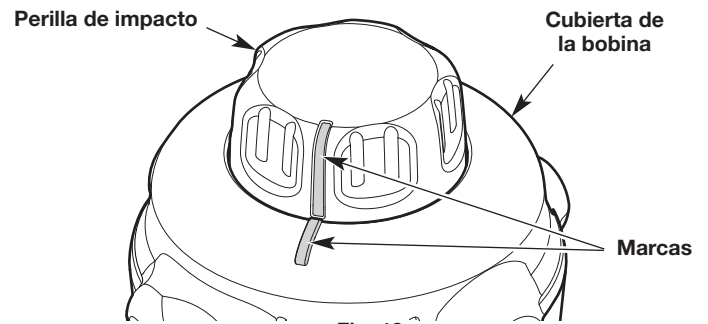

Fig. 18
- Gire la perilla de impacto para alinear la marca de la perilla de impacto con la marca de la cubierta de la bobina (Fig. 18).
3. Gire la perilla de impacto para alinear la marca de la perilla de impacto con la marca de la cubierta de la bobina (Fig. 18).